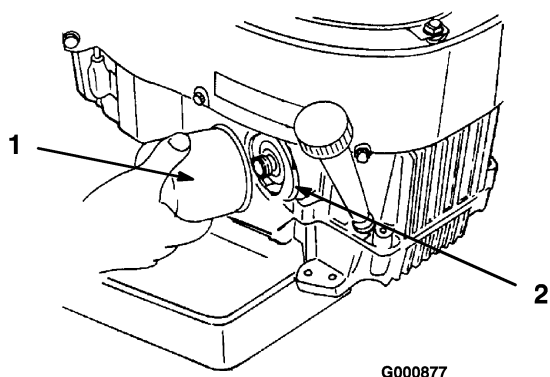

Figura 24
2. Retire el filtro de aceite usado (Figura 24).
4. Instale el filtro de aceite nuevo en el adaptador. Gire el filtro en el sentido de las agujas del reloj hasta que la junta de goma entre en contacto con el adaptador del filtro, luego apriete el filtro 3/4 de vuelta más (Figura 24).